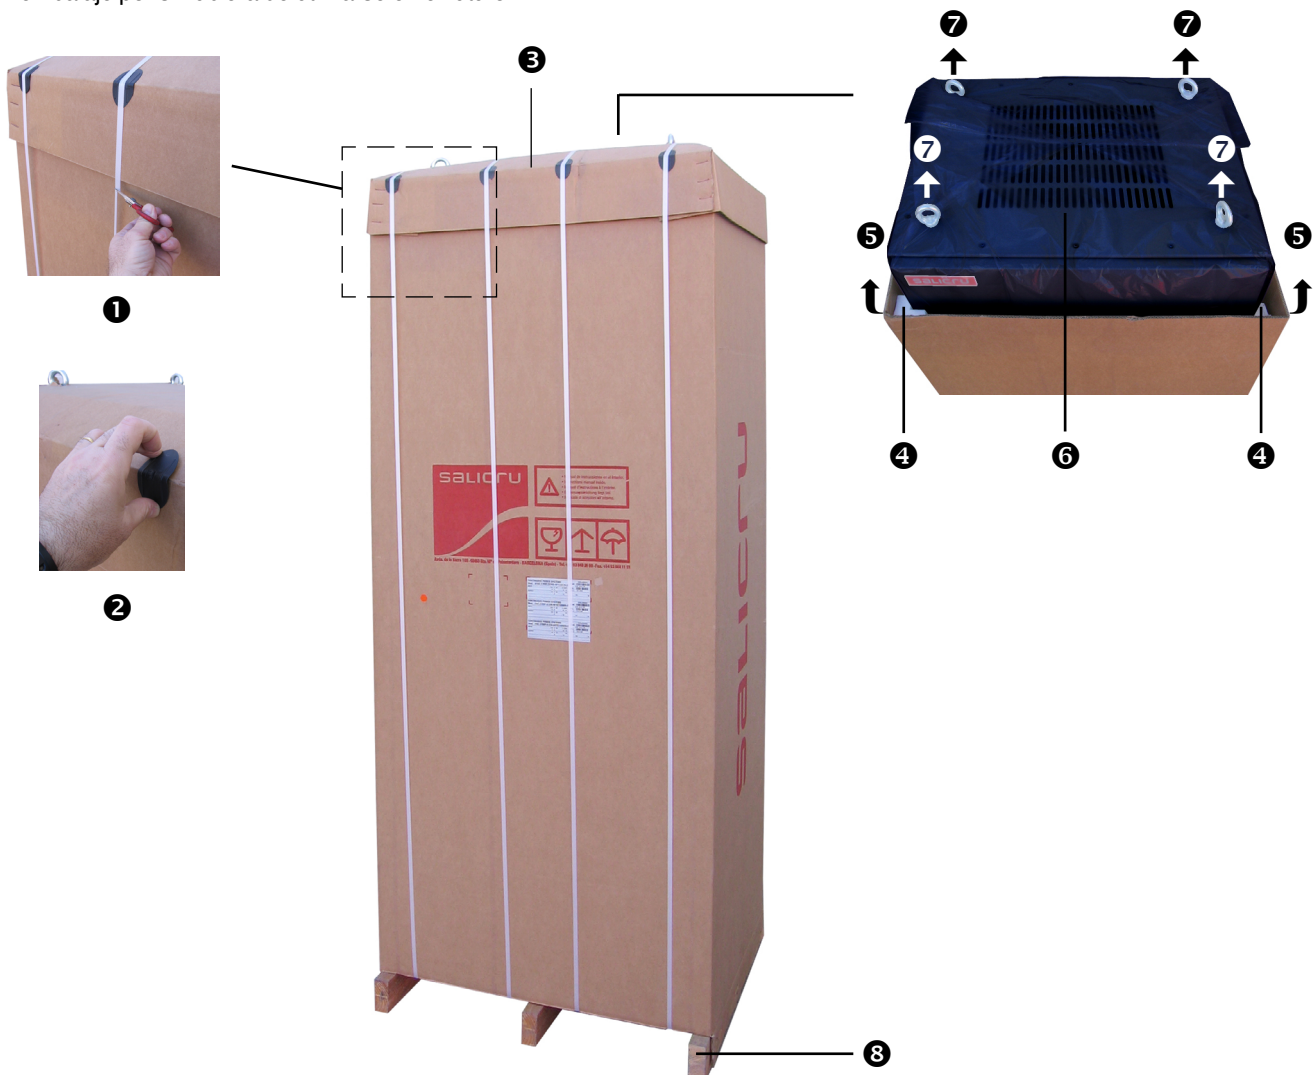

Fig. 13. Proceso para el desembalaje.
- Conectar la manguera de cables, por lo general suministrada, entre los bornes (**X11**) - (**X12**) del sistema y los (**X47**) - (**X48**) del armario o bancada de baterías, respetando el color de los cables (rojo para (+), negro para (-) y verde-amarillo para el tierra de enlace (⊕)) así como la polaridad indicada en el etiquetado del equipo (ver Fig. 13).